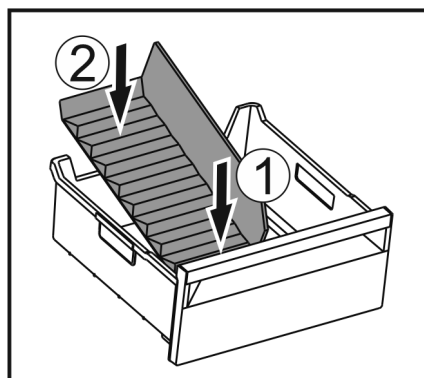

Fig. 196
- ▶ Colocar la parte delantera del separador para congelador. Fig. 196 (1)
- ▶ Bajar la parte posterior del separador para congelador hasta la base del cajón. Fig. 196 (2)